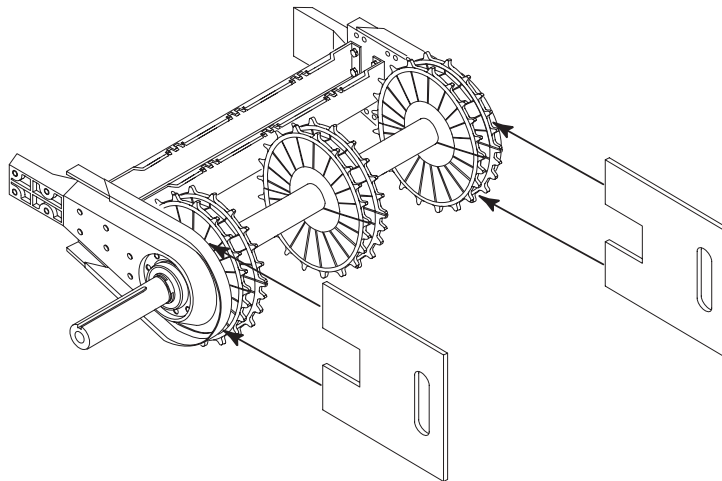

Figura 45
- Afloje los pernos de la rueda dentada que roza la placa lateral. Coloque una placa de relleno de 0,075" (2 mm) de grosor entre la placa lateral y la rueda dentada, tal como se muestra en la *Figura 45*, y ajuste los pernos de la rueda. Quite la placa de relleno. Gire el eje varias veces y verifique que el rozamiento entre la rueda dentada y la placa lateral haya desaparecido. Si ello no soluciona el problema, sustituya la rueda dentada en cuestión por una nueva.